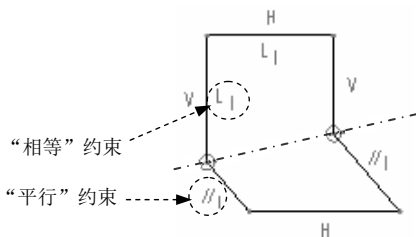

图 4.13.4 绘制图形
Step3. 单击“线链”命令按钮  中的 , 再单击  线链 按钮, 绘制图 4.13.4 所示的图形。
Step1. 删除无用的约束。在绘制草图时, 系统会自动加上一些无用的约束, 如本例中系统自动加上了图 4.13.4 所示的“相等”和“平行”约束。
(1) 单击 操作 区域中的  按钮。
(2) 删除“相等”约束。在图 4.13.4 所示的图形中, 选取“相等”约束, 然后右击, 在系统弹出的图 4.13.5 所示的快捷菜单中选择  删除 命令。
(3) 删除“平行”约束。在图 4.13.4 所示的图形中, 选取“平行”约束, 然后右击,